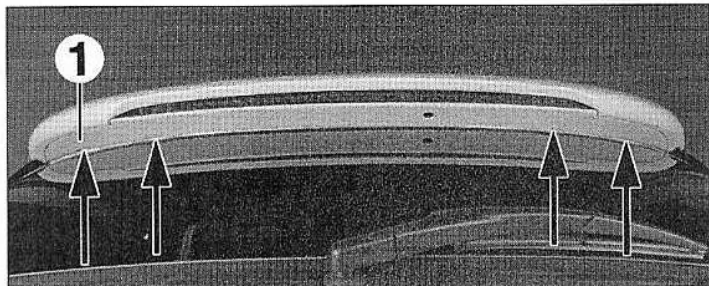

FIG.60
- Dégrafer et déposer l'enjoliveur (1) (Fig.60).